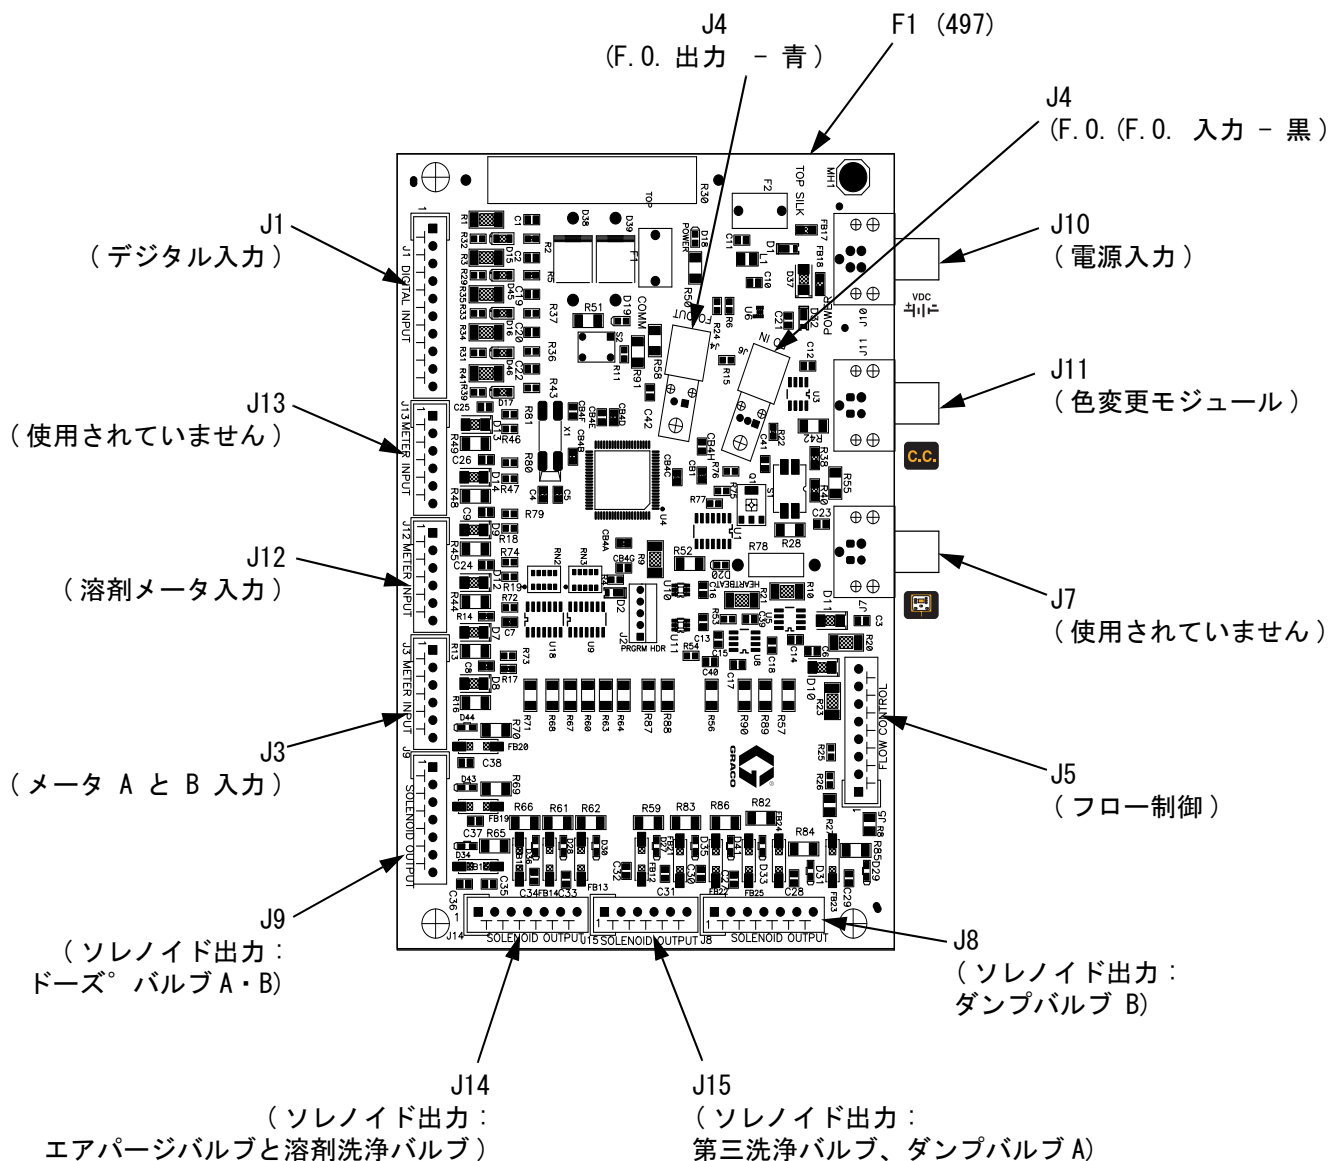
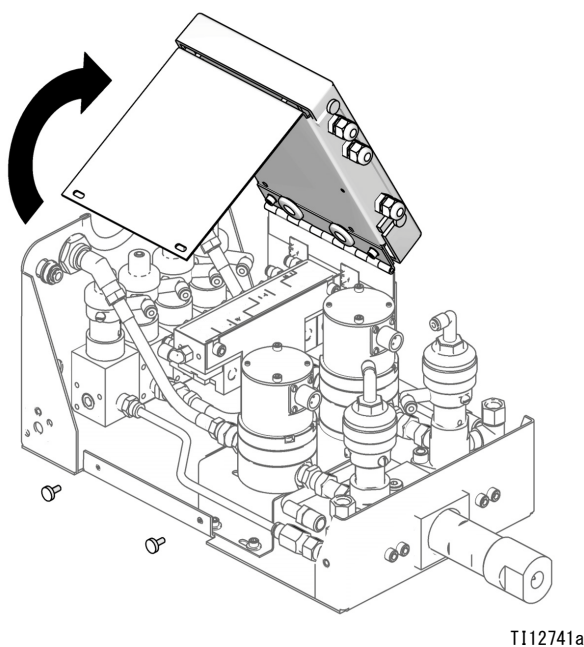

図 29:255765 液体ステーション制御盤
図 30: ソレノイドとメーターへのアクセス
3. 制御盤 (426) から光ファイバーワイヤ (J4、J6) とすべてのケーブル (J1、J3、J5、J7、J8、J9、J12、J13、J14、J15) の接続を外します。図 29.
5. 4 つのねじ (428) で新しい制御盤 (426) を取り付けてください。
6. ケーブルを制御盤 (426) に接続します。図 29. 光ファイバーケーブルコネクタ (J4、J6) を、青は青、黒は黒で色を合わせた状態でボードコネクタ (E) に挿入し、コネクタ (E) を手で締め付けます。光ファイバーケーブルを締め付けたり、よじったりしないでください。ケーブルは 51 mm (2 インチ) の曲げ半径が必要です。
2. 制御盤にヒューズ F1 を配置します。図 29 を参照してください。ネジおよび金属ストラップを取り外します。
4. 新しいヒューズ (497) を取り付けます。
3. 制御盤 (426) から 2 つのソレノイドワイヤの接続を切ります。図 29 と **システムの電気回路図**、35 ページを参照してください。制御盤を上にも回転させて邪魔にならないところに動かします。図 30。